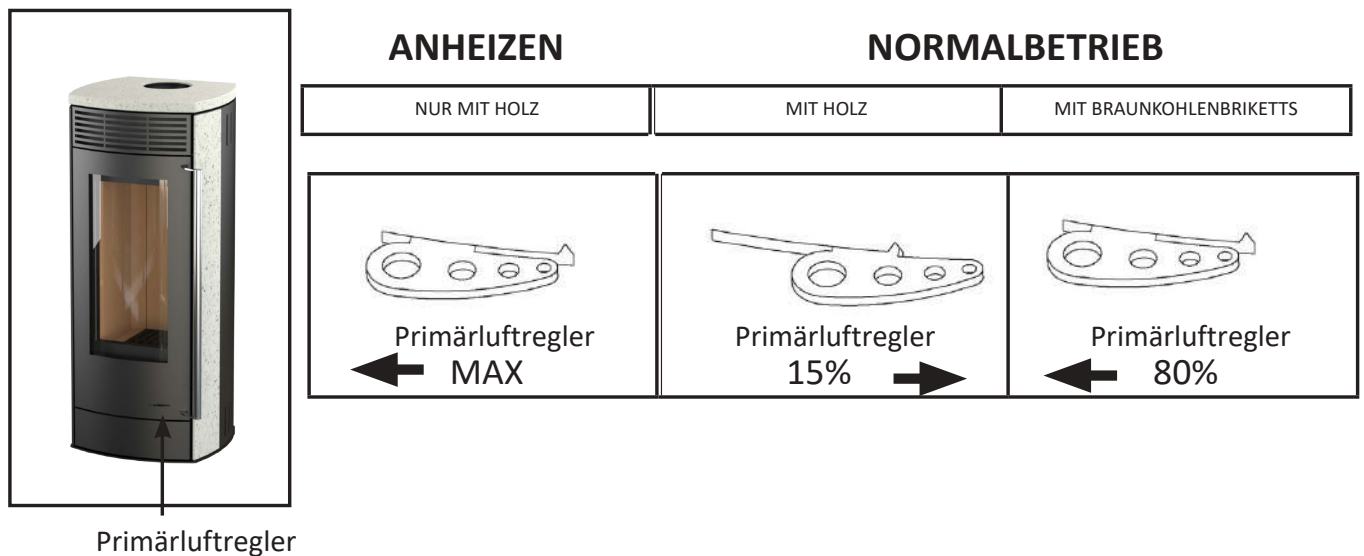

Abbildung 2 Verwendung des Luftreglers
4. Abbildung 2 Verwendung des Luftreglers	Seite 8